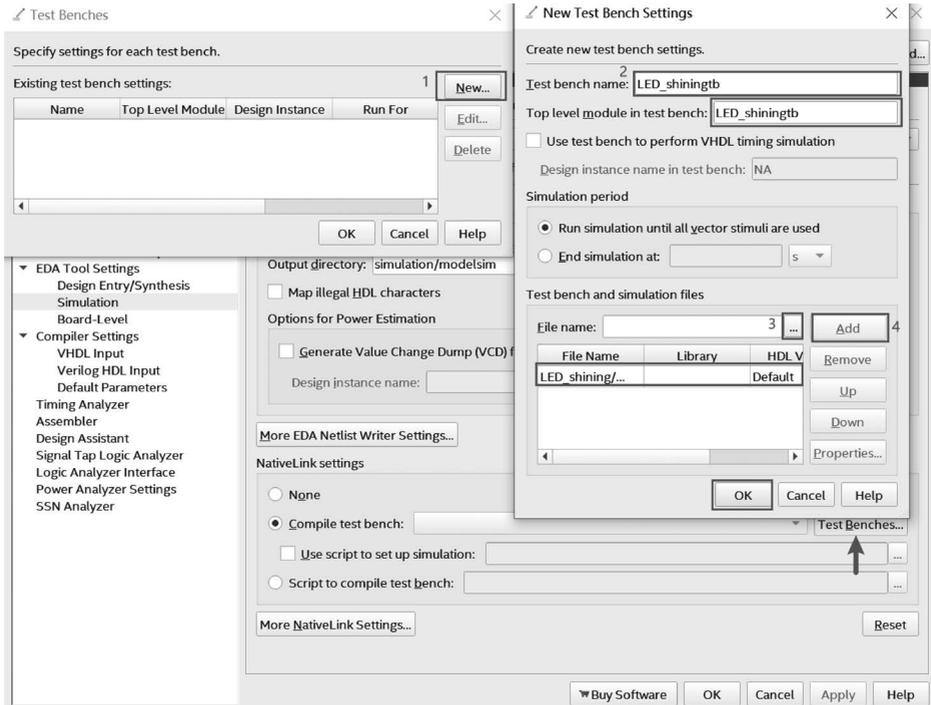

图 3.49 Quartus Prime 仿真设置-添加测试文件界面
(3) 单击 Test Benches 按钮后,在弹出的对话框中单击 New 按钮,填写 Test bench name,按照目录添加测试文件,如图 3.49 标识顺序,最后单击 OK 按钮回到设计界面。Quartus Prime 仿真设置-添加测试文件界面如图 3.49 所示。